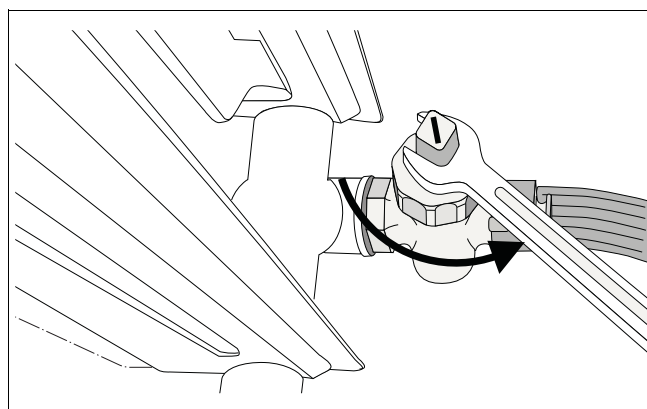

Fig. 79 Svuotamento dell'impianto di riscaldamento
- Lasciare fuoriuscire l'acqua di riscaldamento dal punto più basso dell'impianto di riscaldamento con l'ausilio del rubinetto di carico e scarico o del radiatore (fig. 79). Durante tale operazione è necessario che il disaeratore automatico situato nel punto più alto dell'impianto di riscaldamento / del radiatore sia aperto.